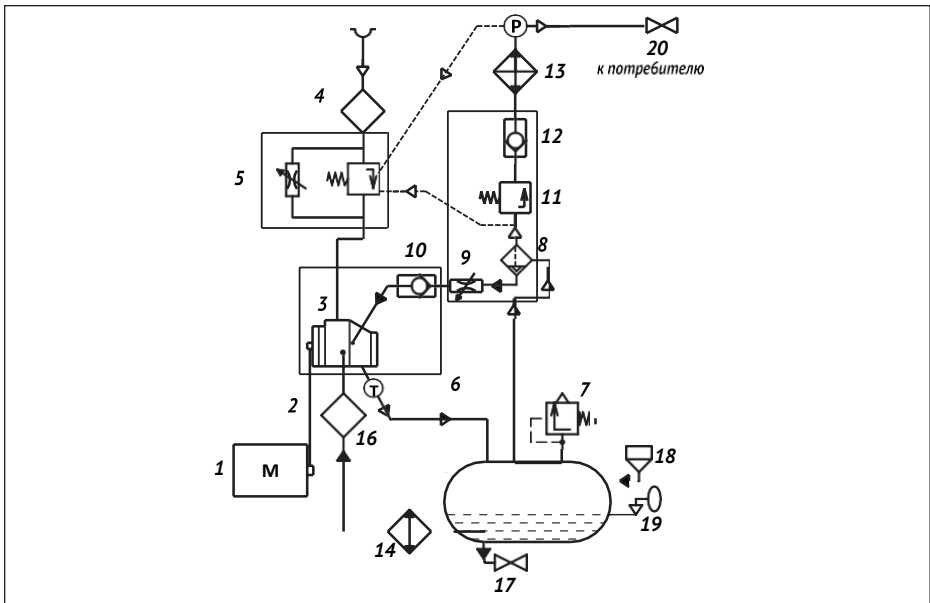

Рис. 2.3.1 Схема пневматическая F 05...F22.
2.4 Принцип действия (Смотри рис. 2.3.1 и 2.3.2)